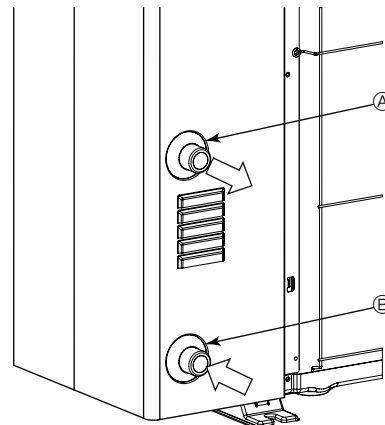

Fig. 5-1
5.1. Tilslutning af vandledninger (Fig. 5-1)
- Ind- og udgangsrørenes placering er vist på Fig. 5-1.
[Fig. 5-1]